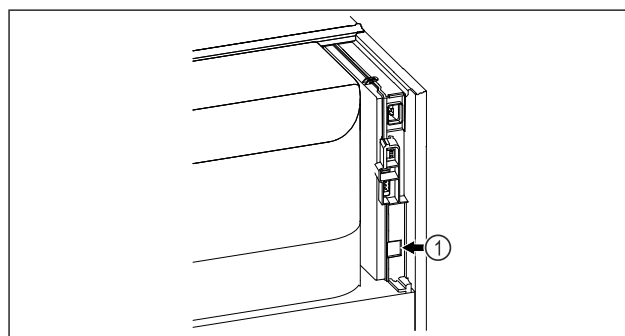

Fig. 167
- Le SmartModule Fig. 167 (1) est installé.